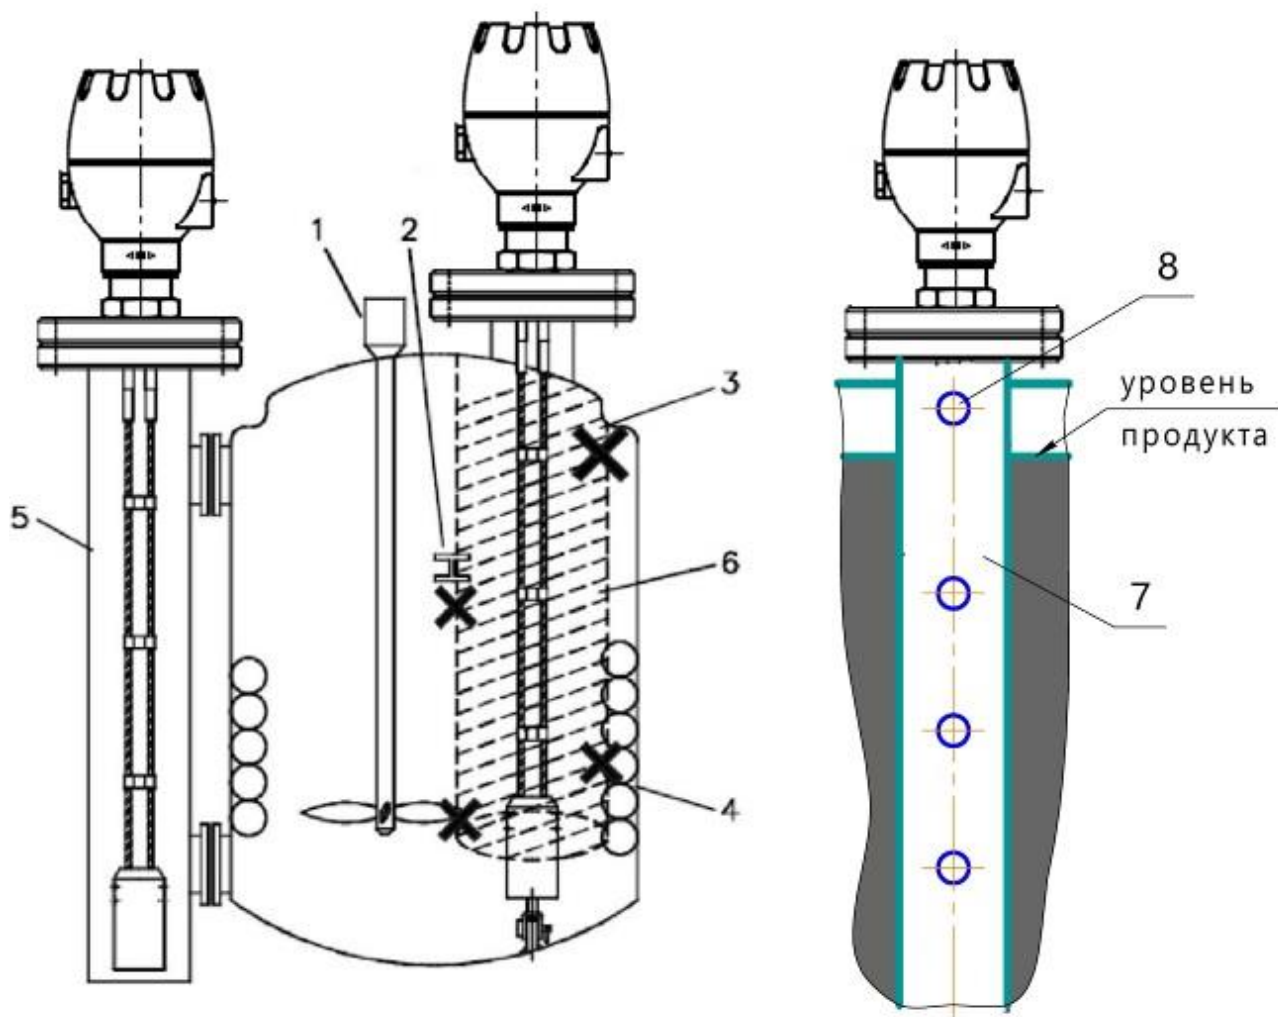

Рисунок 26 – Правила установки в выносных колонках и успокоительных трубах.
2.3.10 Вокруг чувствительного элемента создается электромагнитное поле, никакие посторонние предметы не должны попадать в зону излучения (см. рисунок 26). Иначе уровнемер будет воспринимать отраженные от них сигналы как сигналы, отраженные от продукта. Минимальные расстояния от зонда до объектов в резервуаре и картина силовых линий электрического поля зонда для каждого исполнения приведены в таблице 21 и рисунке 27. Если в ёмкости находится много различных объектов, устанавливайте прибор на выносную колонку или в успокоительную трубу (см. рисунок 26).